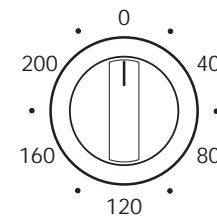

fig. 7
- Met de thermostaatknop (fig. 7) is de friteuse instelbaar van 40 - 200 °C. De friteuse is voorzien van een maximaal begrenzer en is dus beveiligd tegen te hoge temperaturen.